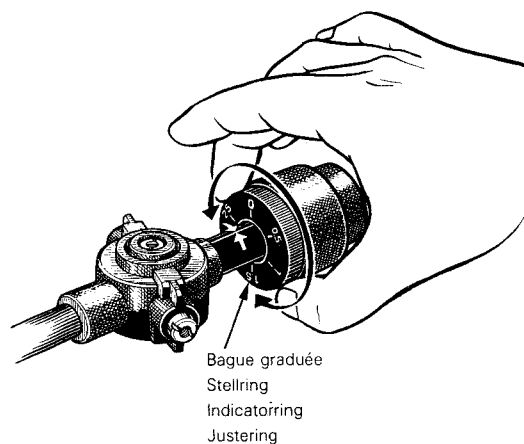

Fig. 9
4. Remettre le bras sur son support. Maintenir le contrepoids en place et tourner la bague graduée jusqu'à ce que le "0" apparaisse en face du repère au sommet du bras. (Fig. 9)
4. Tonarm auf die Stütze zurücklegen. Gegengewicht mit einer Hand festhalten und den Stellring mit der anderen auf "0" einjustieren. (Fig. 9)
4. Breng de toonarm naar de armsteun terug, vervolgens het kontragewicht vasthouden en alleen de ring met schaalverdeling zodanig verdraaien tot de "0" samenvalt met de lijn bovenop de toonarm. (Fig. 9)
4. Sätt tillbaka tonarmen i tonarmsstödet. Håll sedan motvikten stilla och vrid enbart justeringen så att "0" hamnar vid strecket på ovensidan av tonarmen. (Fig. 9)